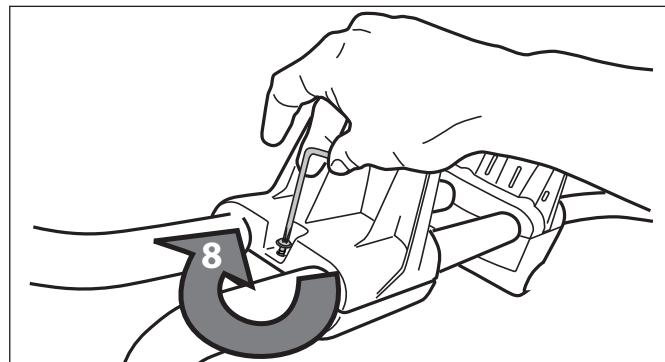

**Figura 5. Instale las manijas**
4. Inserte los tubos superiores (manijas) en los tubos de abajo en el carrito como se muestra en la Figura 5. Asegúrese de que los tubos superiores (manijas) se encuentran en la orientación correcta y alinee los orificios de los tornillos.